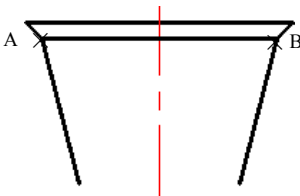

图 17.7.6 绘制直线 3
Step6. 绘制图 17.7.6 所示的直线 3。在“图层”面板中选择“轮廓线”图层；选择下拉菜单 **绘图(D)** → **直线(L)** 命令，选取图 17.7.6 所示的点 A 为直线的的第一点，选取点 B 为直线的第二点。